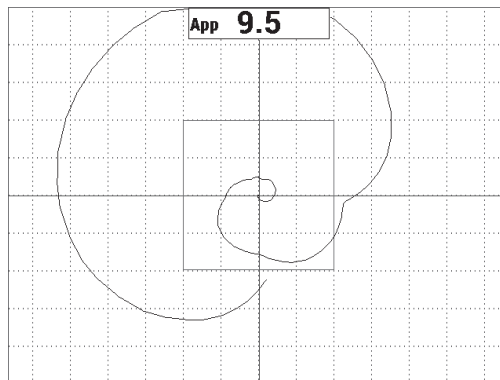

Figura 6-20 Lo schermo intero della scansione
5. Premere il tasto FULL NEXT (\rightarrow) per visualizzare lo schermo intero ed in seguito scansionare nuovamente sopra i difetti (vedere Figura 6-20 a pagina 150).